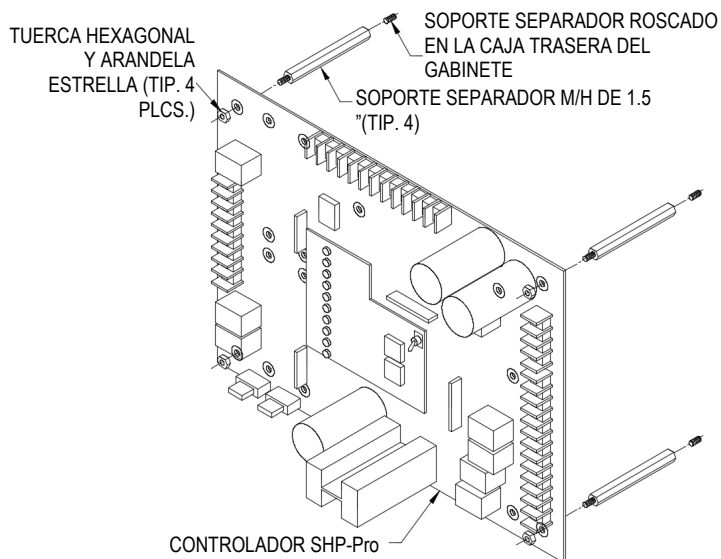

Figura 30 Montaje de la placa SHP-Pro
Paso 1: asegure los cuatro soportes separadores hexagonales F/F en la placa de control principal con los tornillos proporcionados, como se muestra en la Figura 30.